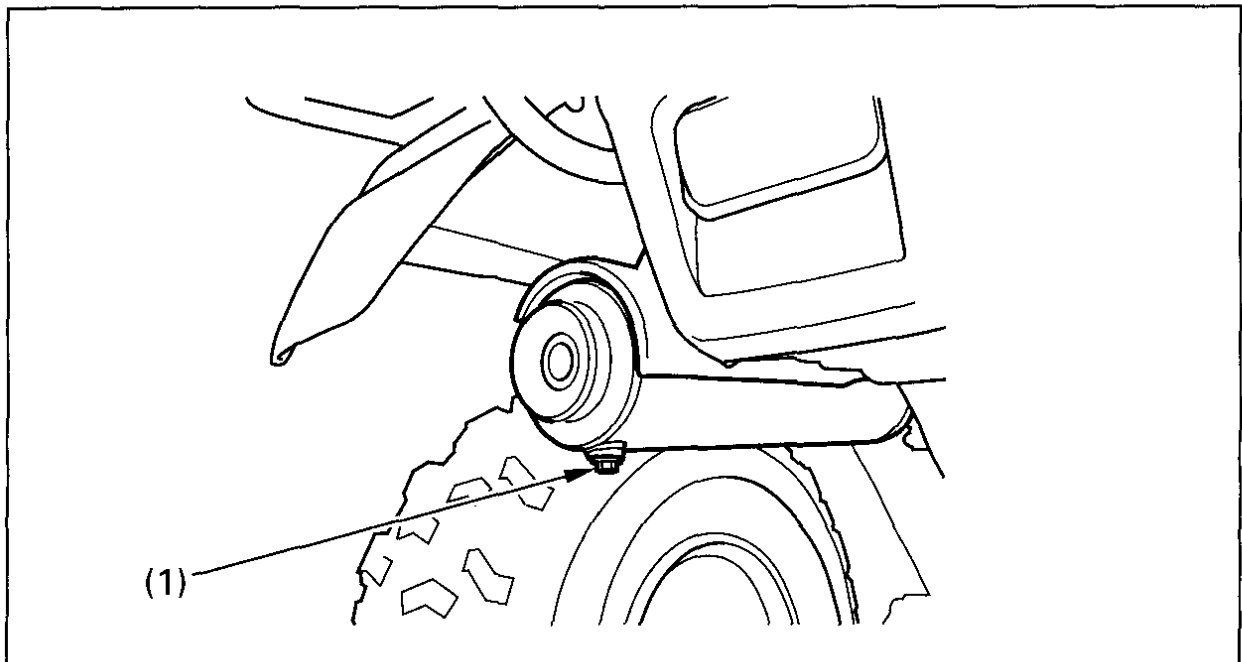

Fig. 4-39
2. Remove the bolt. (Fig. 4-39)